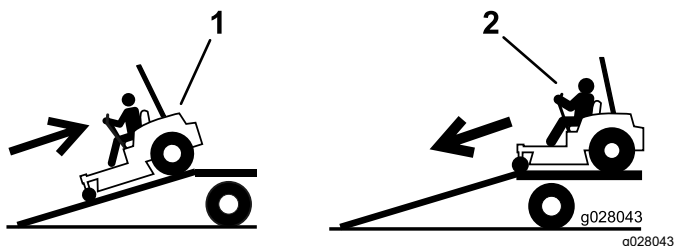

Рисунок 31
4. Перемещайте машину задним ходом при движении вверх по наклонному въезду (Рисунок 31).
2. Перемещайте машину передним ходом при движении вниз по наклонному въезду (Рисунок 31).